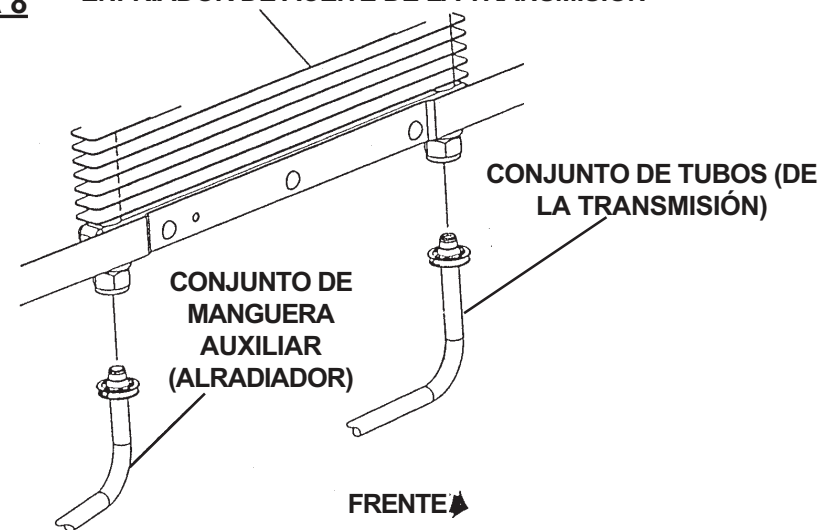

FIGURA 9
- 6) Instale el conjunto de tubos y mangueras auxiliares en la grapa suministrada. Instale la grapa en el soporte del radiador. (Figura 9)